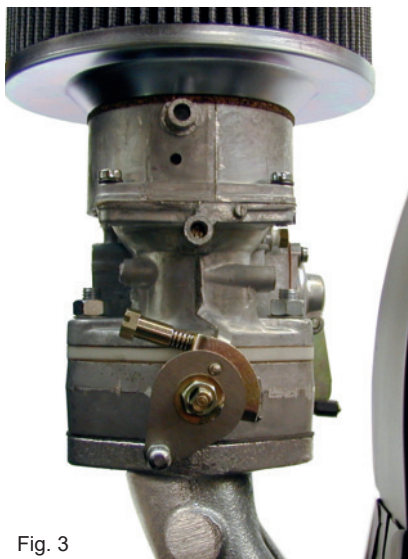

Fig. 3
- Install the supplied levers the way shown in the pictures (Facing 45° down-and left-wards) (Fig. 3,4).
- Setzen Sie die CSP-Drosselklappenhebel so auf, daß sie in einem Winkel von 45° nach unten und zur linken Seite zeigen. Siehe Fig. 3 und 4.